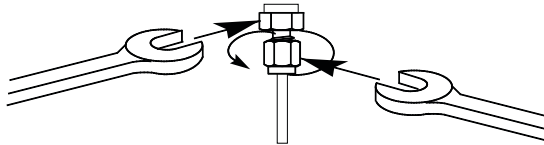

Abbildung 19. Endgültiges Anziehen
- 8 Verwenden Sie für 1/8-Zoll-Swagelok-Armaturen zwei 7/16-Zoll-Gabelschlüssel, um die Armatur mit einer 3/4-Drehung anzuziehen. Siehe **Abbildung 19**.
Verwenden Sie für 1/4-Zoll-Armaturen zwei 9/16-Zoll-Gabelschlüssel, um sie mit einer 1-1/4-Drehung anzuziehen (siehe **Abbildung 19**).